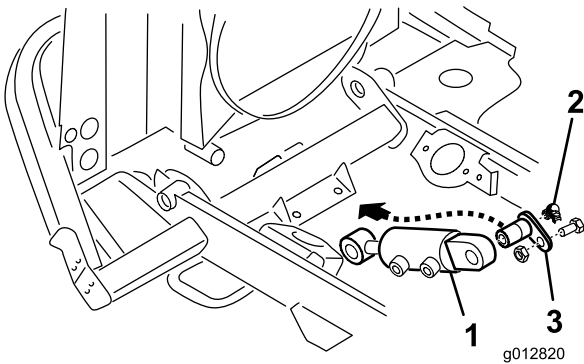

Figure 11
6. Fixez le côté fixe du vérin hydraulique à la face inférieure du support de traverse du cadre à l'aide d'un axe de pivot (Figure 11).
7. Vissez un graisseur au bout de l'axe de pivot (Figure 11).